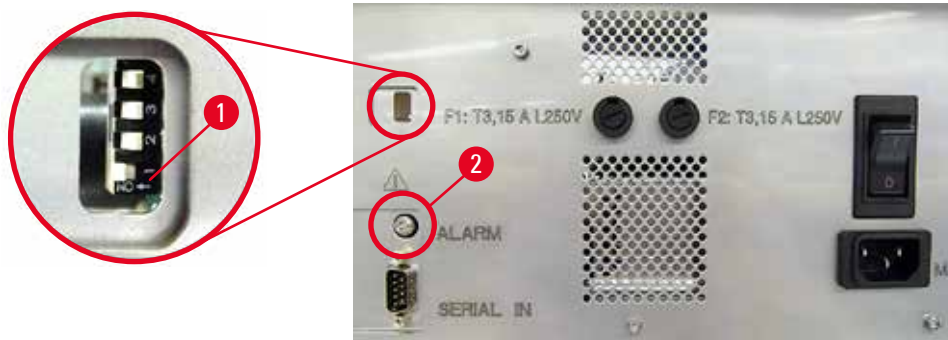

Abb. 41
- » Zur Deaktivierung des Pieptons den Schalter ganz unten (→ "Abb. 41-1") nach rechts drücken (→ "Abb. 41").